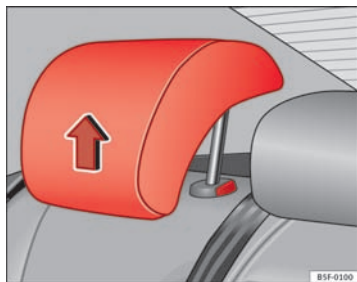

Fig. 5 Hovedstøtte i brugposition
- **Position, når den er i brug** (hovedstøtte i hævet position) ⇒ Fig. 5 I denne position fungerer hovedstøtten som en almindelig hovedstøtte, og sammen med sikkerhedsselen beskytter den bagpassageren.